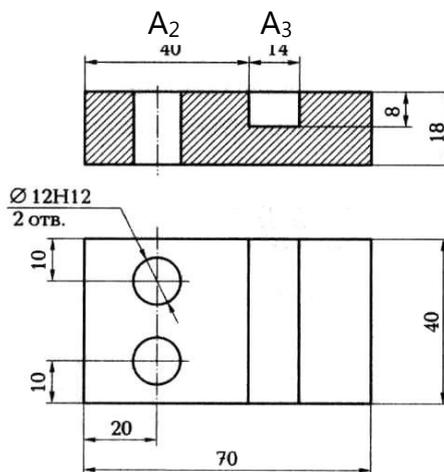

Рисунок 8.1 A_1 ...3 детали
- изобразите эскиз детали (см. рисунок 8.1);